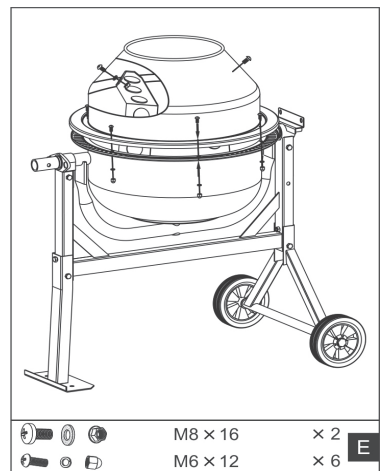

Fig.9
6. Coloque el anillo de sellado en la parte inferior del tambor. A continuación, coloque la unidad superior del tambor sobre la inferior. Las flechas de las unidades de tambor indican la posición correcta de las mitades y deben apuntar una hacia la otra. Las aberturas de montaje de las palas mezcladoras en el interior del tambor deben estar en línea vertical. De lo contrario, las palas no se pueden montar. Atornille las dos unidades con seis pernos M6 x 12, arandelas y tuercas. A continuación, atornille las palas mezcladoras a la unidad superior del tambor y utilice el tipo M8x16 y una arandela de cuero cada una. Apertar todos los tornillos (E), fig. 9.